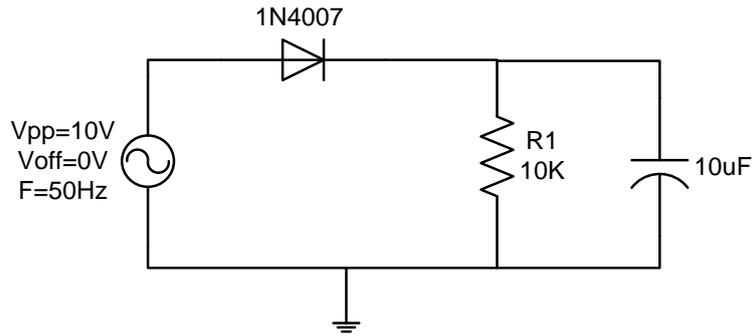

Figura 4. Circuito a estudiar. Rectificador de media onda
La siguiente figura muestra la disposición de los componentes que implementan el esquema de la Figura 4.
Siguiendo el esquema electrónico de Figura 4, se usará el generador de señales y el osciloscopio para testear su funcionamiento. Para ello, el generador de señales debe ir unido al ánodo del diodo. El osciloscopio tiene dos canales, por lo que se podrán conectar cada uno de ellos donde se desee, por ejemplo el canal 1 (CH1) en la entrada y el canal 2 (CH2) a la salida, para ver la diferencia entre ambas señales.
1. El cable azul une el generador de funciones con el ánodo del diodo, tal y como indica el circuito de la Figura 4. La tierra del generador de funciones no es necesario unirla ya que internamente las tierras ya se encuentran unidas.
Un ejemplo. El circuito de la Figura 4, indica que la señal de entrada tiene una frecuencia de 50Hz y una amplitud de 10 V_{pp}. Para introducir la frecuencia, pulsar primero el botón **Freq**, situarse en el primer 0 decimal usando la tecla **<** y después con la rueda o con la flecha **↓**, se irá disminuyendo el valor. Una vez que se alcanza el valor 100Hz, se debe ahora mover un dígito a la derecha y volver a bajar hasta llegar a los 50Hz.